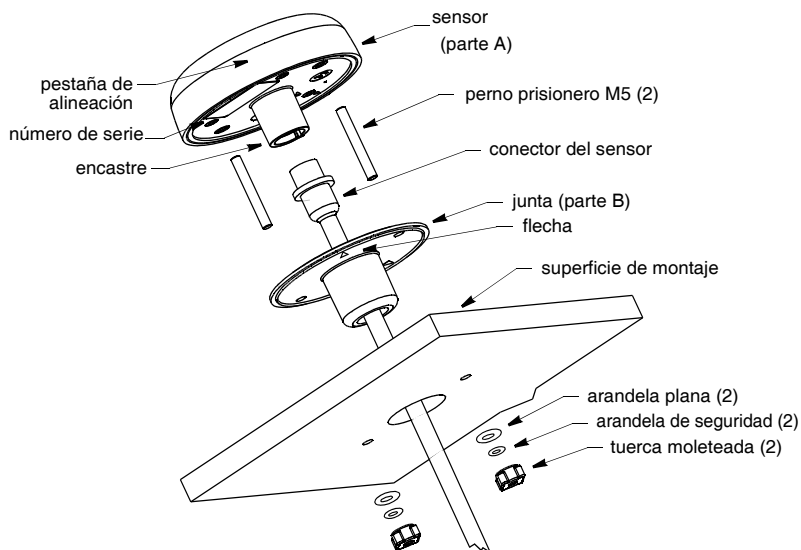

Figura 4. Montaje embutido
1. Retire la etiqueta situada sobre el encastre del sensor (parte A) (figura 4).
2. Pele 60 mm (2-1/2") del forro exterior y del blindaje del extremo cortado del cable (figura 4).